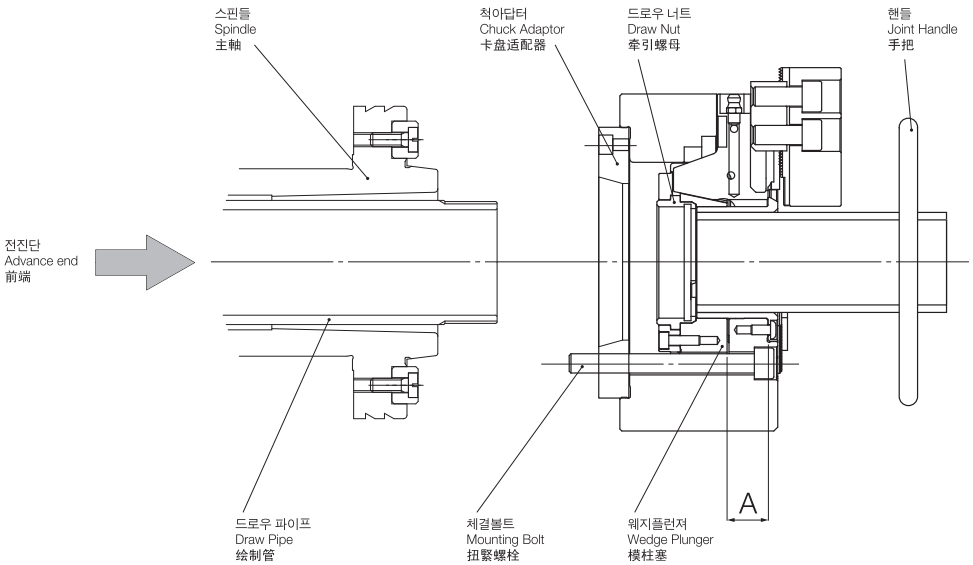
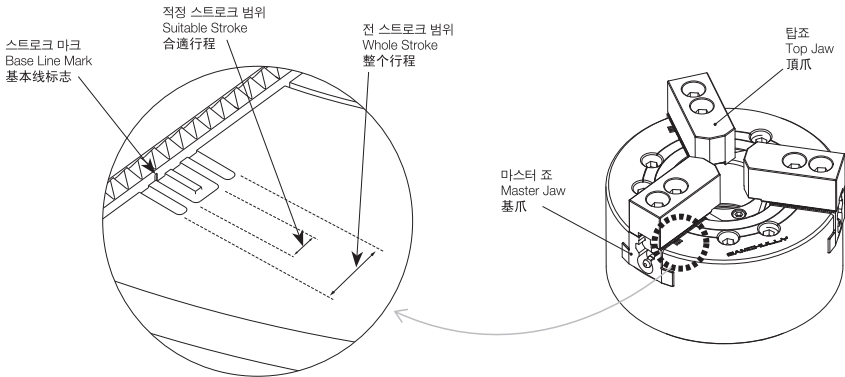

Fig.4
Fig.6
(3) 척을 드로우 파이프에 연결합니다. 척의 소프트 조와 커버를 떼어내고 척 핸들을 척의 중심 구멍에 삽입하여 드로우 너트를 회전시키면서 드로우 파이프를 연결하여 주십시오. (Fig.4)
(3) Connect the chuck to the drawpipe. Remove the soft jaw and cover of the chuck to insert the connecting handle in to the central hole of the chuck. Connect the chuck onto the drawpipe, turning the drawnut. (Fig.4)
(3) 将卡盘连接到拉制管上。卸下卡盘的软钢卡爪 (soft jaw) 及其盖, 将卡盘扳手插入卡盘中心孔, 转动拉制螺母, 连接拉制管。(Fig.4)
(5) 마스터조의 위치를 조절합니다. 실린더 전진단에서 마스터조의 적정 위치는 커버부착면에서부터의 치수 A가 아래표가 되는 위치입니다.(Fig.4) 이때, 마스터조의 스트로크 마크가 전 스트로크 마크 외곽의 선에 맞추어져 있는 것을 확인해 주십시오.(Fig.6) 또 드로우 너트에는 Clip stopper (회전멈춤장치)가 갖추어져 있어서 이 감촉이 있는 위치에서 조정완료 하도록 하여 주십시오.
(5) Adjust the master jaw to the correct position. The adequate master jaw position at the cylinder advance end is where dimension A from cover mounting face is shown in the following table. (Fig.4) At this time, Check the master jaw standard mark is aligned to the outer line of total stroke mark.(Fig.6) Since the clip stop (locking system) is provide to the draw nut, adjust the nut where it is effectual.
(5) 调节卡爪座的位置。从油缸前面的卡爪座的合适的位置是,从盖的安装面开始的尺寸A应为下表的位置。(Fig.4) 这时请确认卡爪座行程标识应对准前行程标识。(Fig.6) 此外由于拉制螺母有Clip stopper(转动停止装置),请调整到有这一感觉的位置。
(6) 커버 부착 후 흔들림 정도를 확인하여 주십시오. 적의 외주 흔들림, 면 흔들림 정도는 0.02mm이하로 해주십시오.
공작물을 파악할때 마스터 조의 스트로크는 스트로크 범위의 중앙 및 적정 스트로크 범위 내에서 사용하는 것이 최적으로, 구조상 안전하고 정도상으로 좋습니다. 스트로크 끝 부분에서의 파악은 공작물 이탈(비산)의 위험이 있으므로 피하는 것이 좋습니다.(Fig.6)
It is the most desirable that the workpiece is gripped at mid stroke of the master jaw. To grip the workpiece correctly, avoid gripping at stroke end because it is danger due to discharges of workpiece.(Fig.6)
在夹持产品时, 基爪的行程最好在行程范围的中央, 或在适当的行程范围内, 这样比较安全, 精密度也好。在行程末端夹持时, 由于加工产品可能被甩出去(飞散), 因此请不要使用这种方法。(Fig. 6)